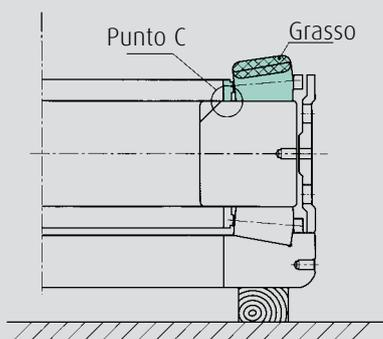

Fig. 3.42
5. Posizionare la gabbia e i rulli con la marcatura B sull'anello interno. Verificare che la gabbia sia uniformemente a contatto con la pista di rotolamento dell'anello interno nel "Punto C" della Fig. 3.42. Applicare la quantità di grasso indicata sul perimetro dei rulli. (Fig. 3.42)